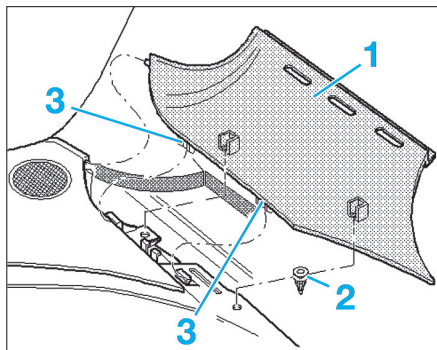

FIG. 1
- De chaque côté, dégager vers le haut l'écran (1) des clips (2) et des agrafes (3) (Fig.1).